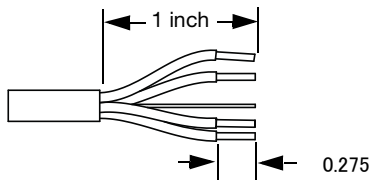

図27: ケーブルシールドとワイヤーの剥き
1. ケーブルがまだ剥かれていない場合は、ケーブルの一端を剥きます。外側のシールドを1インチ剥き、黒、赤、青、白のワイヤーを0.275インチ剥きます(図27)。